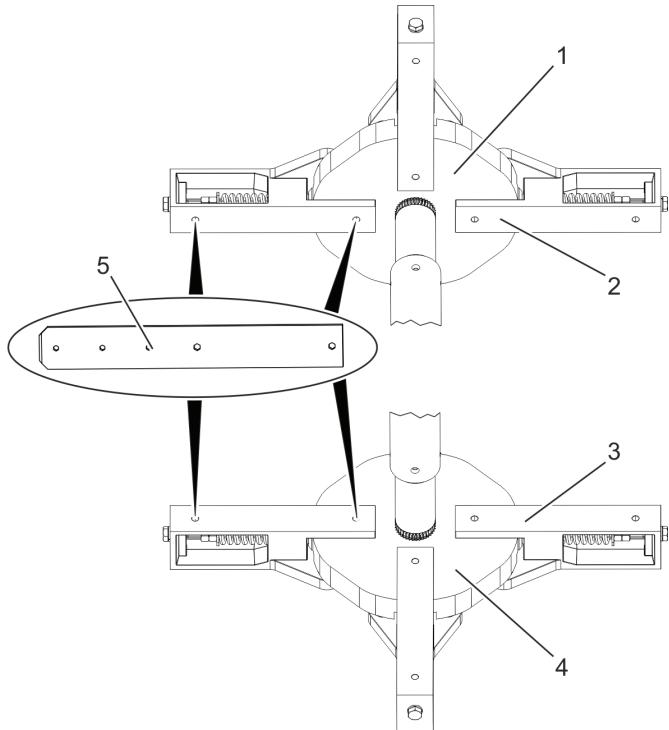

Рис. 81 Крестовина (пример)
20. Установить фитинги створок (4 шт.) (рис. 81/5) на верхнюю и нижнюю крестовины (рис. 81/3 + 4) склоненной кромкой наружу.